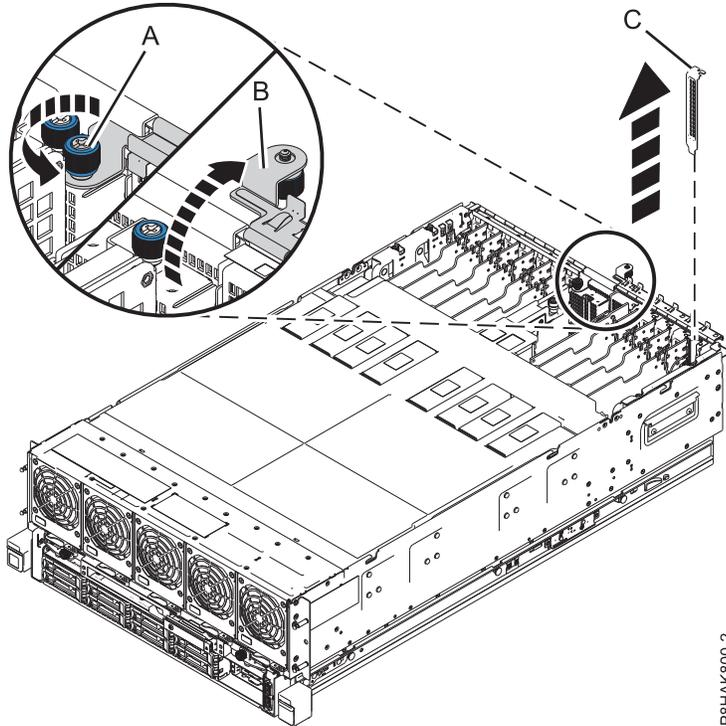

Figura 7. Extracción de una placa de relleno de una ranura adaptador PCIe en el sistema 8408-44E o 8408-E8E
- a. Desatornille el tornillo cautivo de la pieza de sujeción de retención de E/S hasta que esté completamente aflojado. Consulte (A) en la Figura 7 en la página 12.
- b. Abra la pieza de sujeción de retención de E/S haciéndola girar hacia arriba y sacándola del sistema. Consulte (B) en la Figura 7 en la página 12.
- c. Para extraer el relleno, sostenga con cuidado el relleno (C) por el borde superior o la contrapunta, y extráigalo del sistema. Consulte la Figura 7 en la página 12.